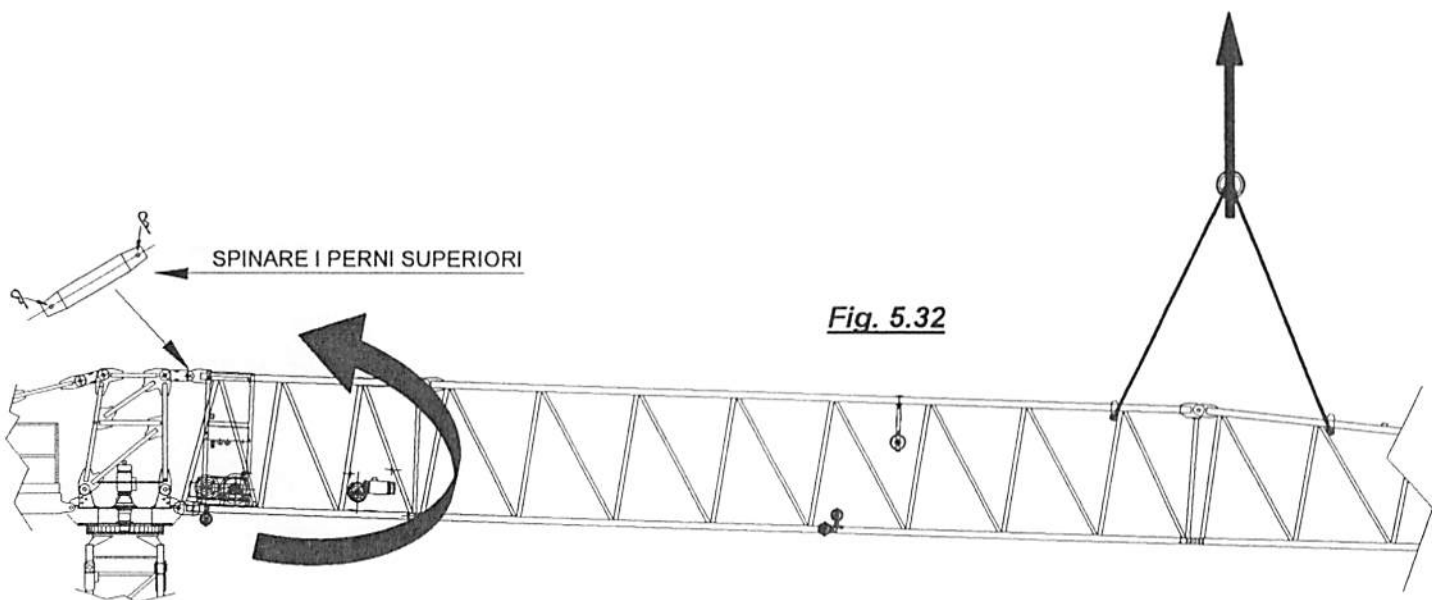

Fig. 5.32
Il braccio della gru è ora completo di ogni sua parte. Sono indicate qui di seguito le operazioni da effettuare al fine di ottenere la sua messa in opera. Il procedimento di montaggio fa riferimento alle *Fig. 5.29*, *Fig. 5.30* (nella quale sono anche riportati gli ingombri ed il peso complessivo della struttura in oggetto), *Figg. 5.31* e *Fig. 5.32*.
- Una volta eseguito il collegamento delle briglie inferiori si può sollevare il braccio, che ruotando si disporrà in orizzontale, permettendo il collegamento della briglia superiore sdoppiata. Spinare mediante i perni in dotazione il braccio ai biscottini appesi alla cuspide (vedi Fig. 5.32).